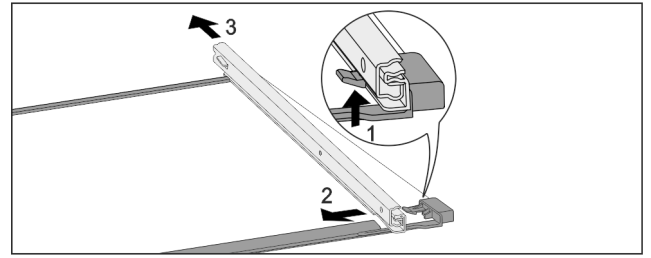

Fig. 180 Стъклена плоча с релси
- ▶ Натиснете нагоре предните фиксиращи палци. Fig. 180 (1)
- ▶ Плъзнете изтеглящата релса настрани Fig. 180 (2) и назад Fig. 180 (3).